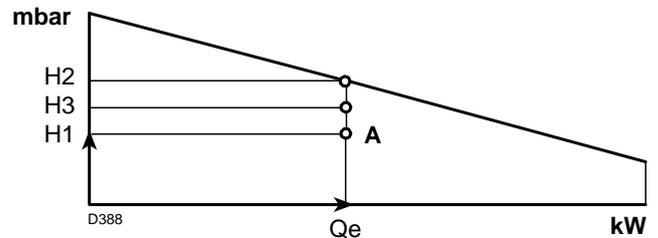

图 4
- 4 从点 A (图 4) 处垂直画一条线, 找到出力范围内的最大压力“H2”。
- 如果 H3 大于 H1 (图 4), 则燃烧器能提供所需出力。